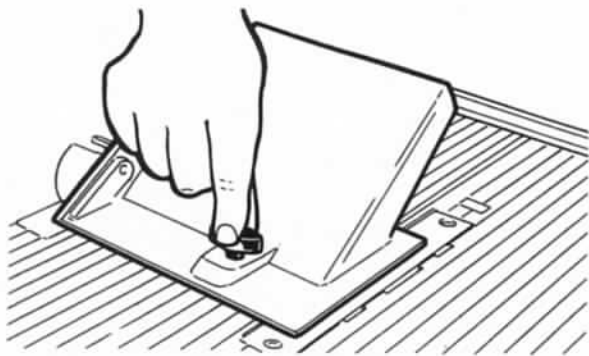

Fig. 22
Sätt in tappan i resp. spår i bordet (B) och dra åt fästskruven (fig. 22).